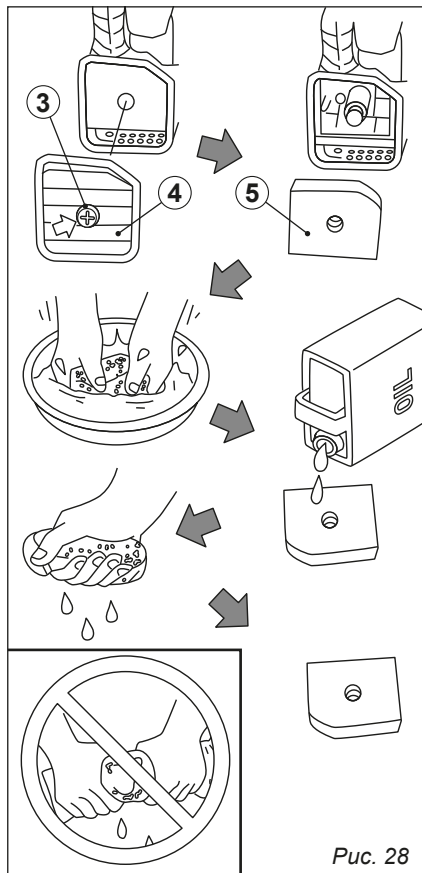

Рис. 28
При обнаружении любых дефектов фильтрующий элемент (5) заменить новым оригинальным, *рис. 28*.
7. Установите крышку корпуса воздушного фильтра (4) в исходное положение и затяните винт (3), *рис. 28*.